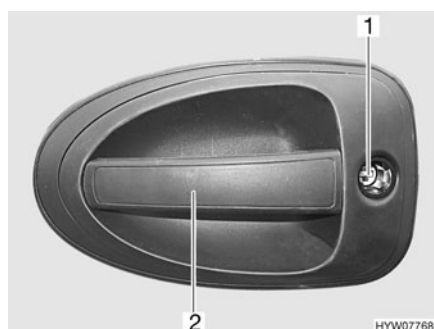

Fig. 33 Cerradura de la puerta de entrada, en el exterior
- Introducir la llave en el cilindro de cierre (Fig. 33,1) y girarla hasta que esté desbloqueada la cerradura de la puerta.
- Tirar del tirador de la puerta (Fig. 33,2). La puerta está abierta.
- Introducir la llave en el cilindro de cierre (Fig. 33,1) y girarla hasta que esté bloqueada la cerradura de la puerta.